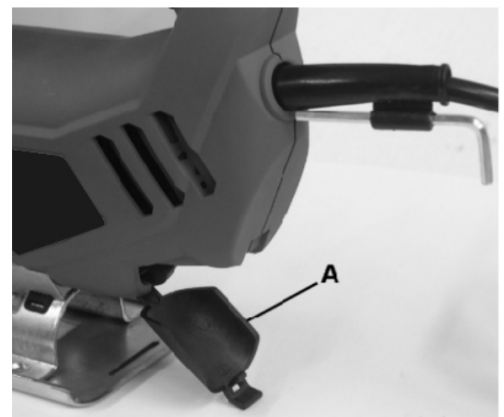

Figure 10
Esta sierra caladora incluye un compartimiento de almacenamiento de la hoja y una tapa a presión (A), Fig.10. Para acceder al compartimiento de almacenamiento, retire el adaptador de recolección de polvo de la base inclinable.